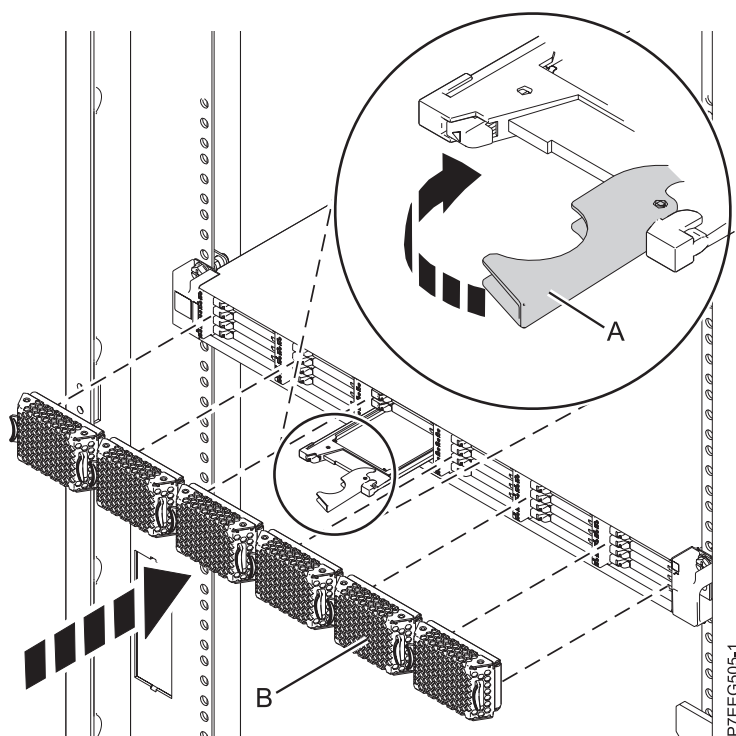

Figure 4. Installation d'une unité SSD dans l'armoire de stockage PCIe EDR1
1. Avec la poignée en position déverrouillée, alignez l'unité SSD avec les rails de guidage dans le boîtier. Pour plus d'informations, voir figure 4, à la page 10.